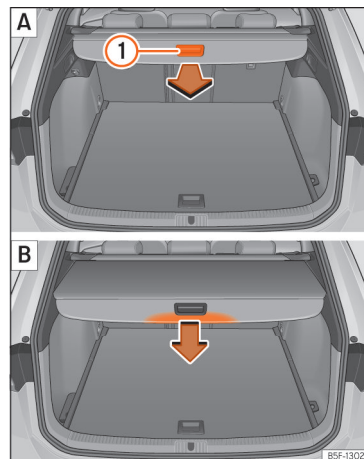

Fig. 181 En el maletero: desenrollar y enrollar la bandeja.
• Tire uniformemente de la bandeja por el asidero »» fig. 181 ① hacia atrás y extraígalas hasta el tope hasta que encastre de forma audible.
• Presione sobre el asidero de la bandeja en el sentido de la flecha hasta desbloquearla »» fig. 181 B.